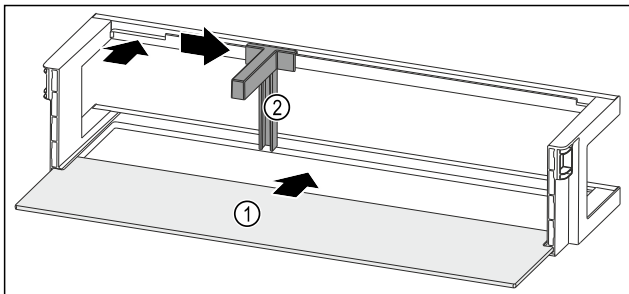

Fig. 92 Deurrek met draagplateau
- ▶ Draagplateau Fig. 92 (1) in de zijdelingse inkepingen schuiven.
- ▶ Flessenhouder Fig. 92 (2) in de uitsparing plaatsen.
- ▶ Flessenhouder Fig. 92 (2) in de gewenste positie opzij schuiven.